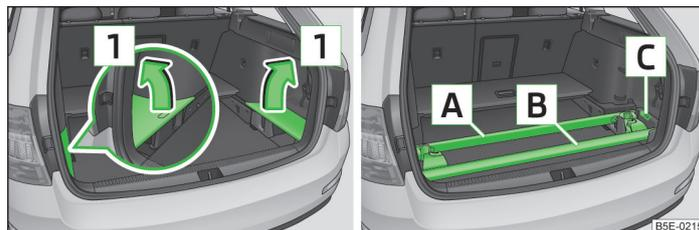

Abb. 90 Seitenabdeckungen herausnehmen / Dachgepäckträger richtig verstauen
- Die Seitenabdeckungen des Gepäckraums in Pfeilrichtung **1** » Abb. 90 herausnehmen.
- Die Seitenabdeckungen des Gepäckraums entgegen der Pfeilrichtung **1** » Abb. 90 wieder einsetzen.
- Die Schlüssel für die Dachgepäckträger können in der Vertiefung **C** » Abb. 90 verstaut werden.